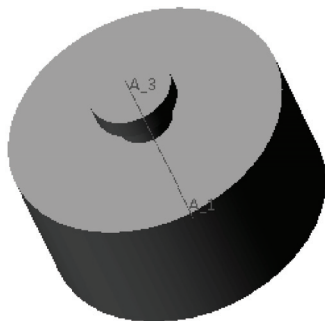

图 8-23 创建同轴轴特征
STEP 04 单击“关闭”面板中的“确定”按钮, 完成截面绘制并退出草绘环境。在模型上选择“A_1”轴, 并选择模型的顶面为放置面, 单击“轴: 草绘”对话框中的“确定”按钮, 即可创建同轴轴特征, 效果如图 8-23 所示。